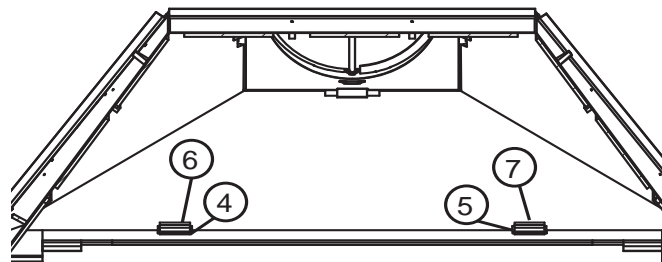

FIG.2
- B. Retirez les vis des supports inférieurs et enlevez le panneau avant inférieur. Puis retirez les vis des supports supérieurs et enlevez le panneau avant supérieur. (FIG.2)
- E. Glissez le panneau avant supérieur dans la chambre de combustion, puis glissez le panneau avant inférieur et installez les supports. (FIG.2)